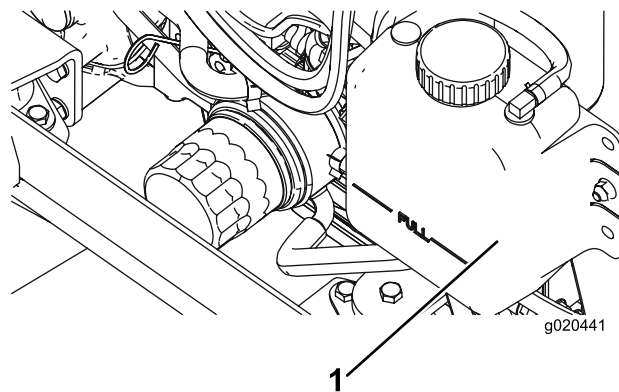

Figure 110
1. Retirez le bouchon du radiateur et le bouchon du vase d'expansion avec précaution (Figure 110).